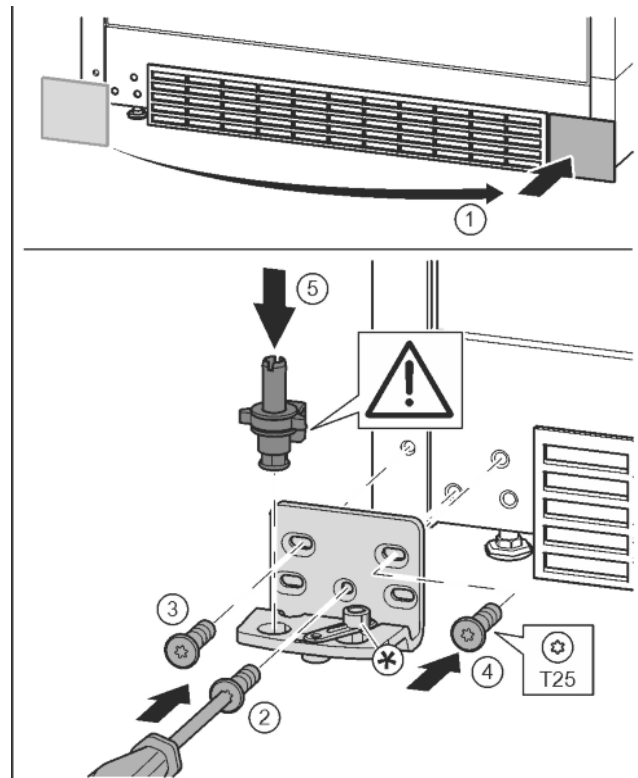

Fig. 15
- ▶ Sejměte kryt a připevněte jej na druhé straně. Fig. 15 (1)
- ▶ Nasadte stojan ložiska na druhé straně a přišroubujte pomocí šroubováku T25. Začněte šroubem 2 dole uprostřed. Fig. 15 (2)
- ▶ Pevně utáhněte šroub 3 a 4. Fig. 15 (3, 4)
- ▶ Zcela vložte ložiskový čep. Přitom dávejte pozor, aby zajišťovací vačka směřovala dozadu. Fig. 15 (5)